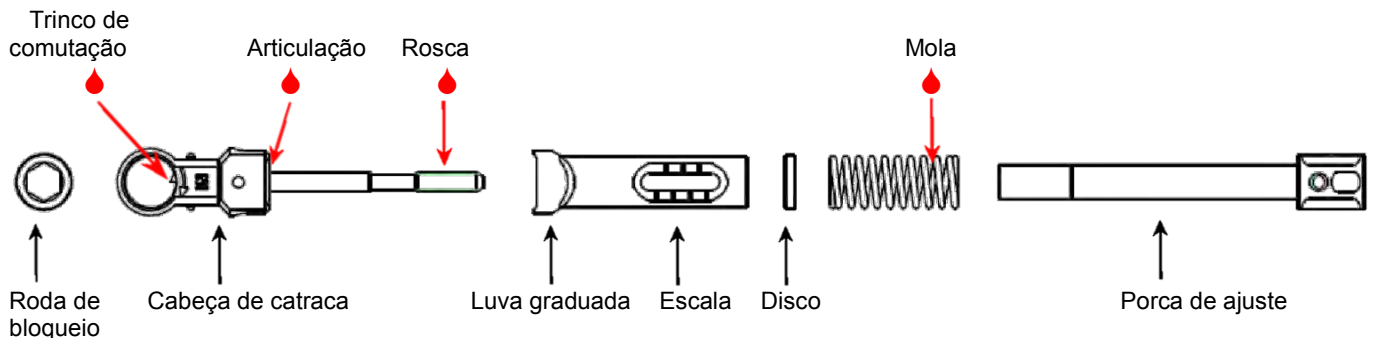

Figura 3
A catraca de torque, antes da limpeza (independentemente do tipo de limpeza selecionado), deve ser desmontada em peças individuais. Isso é possível sem ferramentas. Para isso, apenas é completamente desaparafusada uma porca de ajuste. (ver **Figura 3**)
- - lubrificar as áreas marcadas (ver **Figura 3**) ligeiramente com óleo de tratamento de instrumentos.